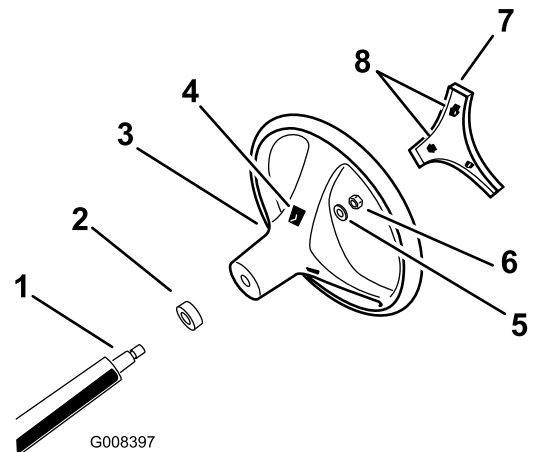

図 3
4. ハンドルをシャフトにはめ込み、ナットで固定する(図 3)。ナットを 24~30 Nmにトルク締めする。